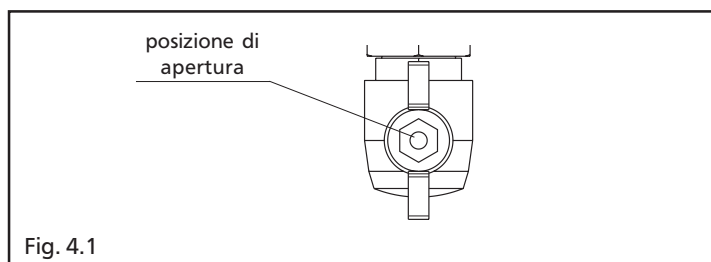

Fig. 4.1
- accedere al rubinetto del gas attraverso le feritoie della copertura raccordi posta nella parte inferiore della caldaia - aprire il rubinetto ruotando in senso antiorario la manopola per permettere il flusso del combustibile (fig. 4.1)